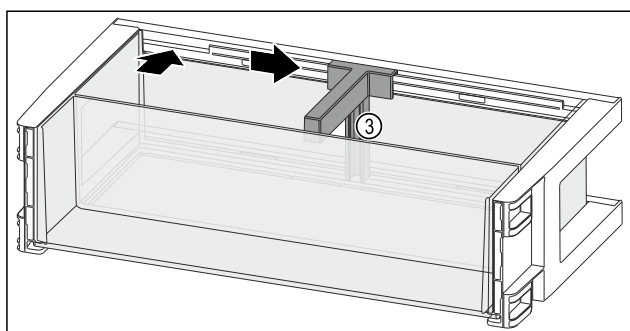

Fig. 125
- Поставете преградата за бутилки Fig. 125 (3) в прореза.
- Плъзнете преградата за бутилки Fig. 125 (3) настрани до желаната позиция.